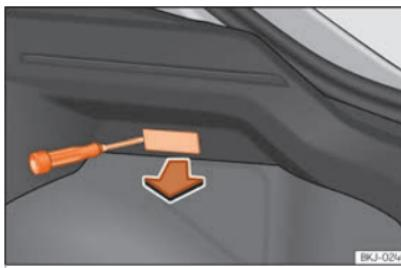

Fig. 63 Luz del maletero.
- Extraiga la tulipa haciendo presión sobre el borde de la parte interior de la misma con ayuda de un destornillador por su parte plana »» fig. 63.